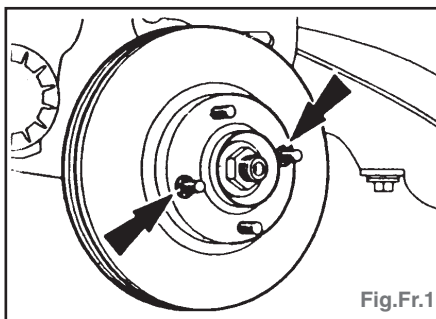

Fig.Fr.1
- Déposer les deux rondelles de fixation de disque et le disque de frein (Fig.Fr.1).